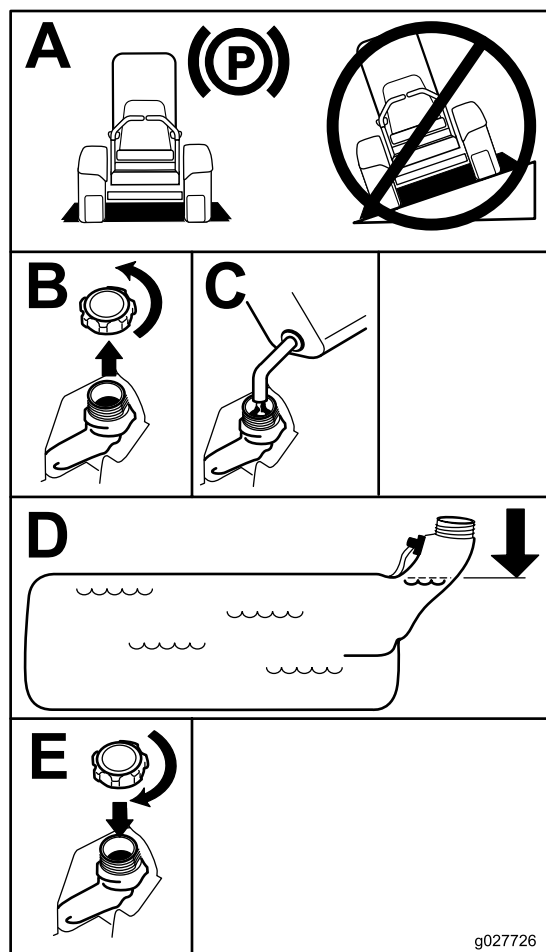

Figure 7
3. Nettoyez la surface autour du bouchon du réservoir de carburant et enlevez le bouchon. Ajoutez de l'essence ordinaire sans plomb jusqu'à ce que le niveau se situe entre 6 et 13 mm au-dessous de la base du goulot de remplissage. L'espace au-dessus doit rester vide pour permettre à l'essence de se dilater. Ne remplissez pas complètement le réservoir de carburant ; voir (Figure 7).